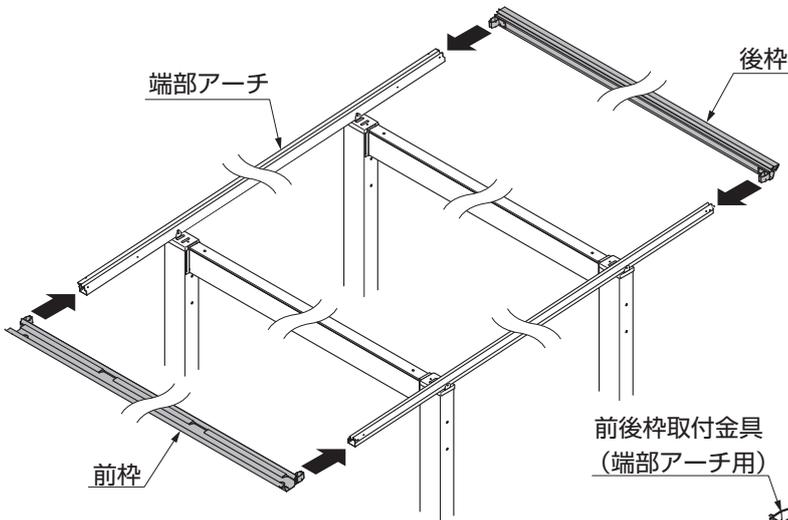
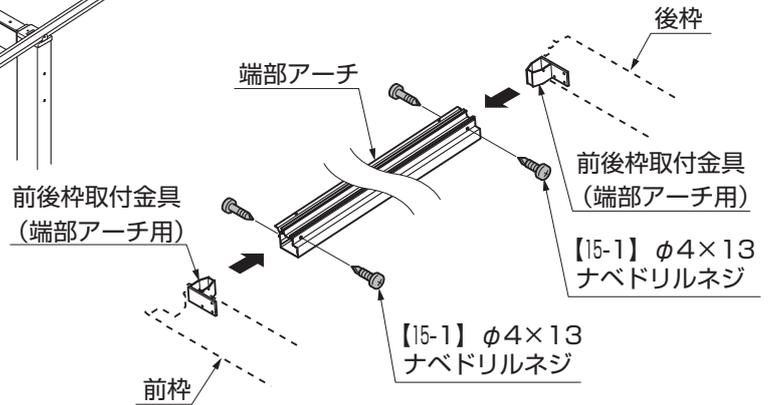

図5-8
図5-9
- ①前枠を端部アーチに差込み、【15-1】で固定してください。(図5-8、図5-9参照)
- ②後枠を端部アーチに差込み、【15-1】で固定してください。(図5-8、図5-9参照)
(2) 前枠樋端部キャップの取付け (プレミアムワイドの場合)